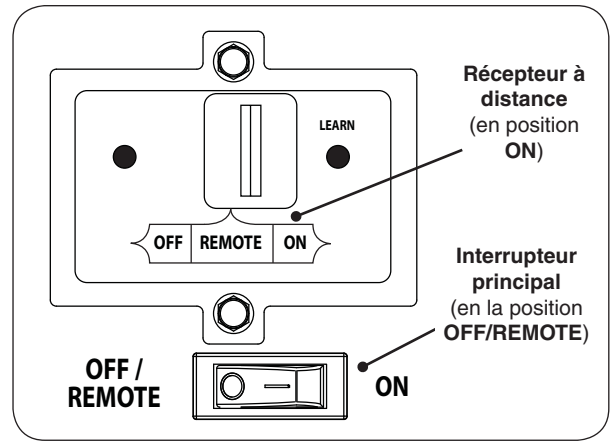

Fig. 30-1 Contrôle détail du panneau
1. Vérifiez que l'interrupteur principal est en position **OFF/REMOTE** (éteindre/éloigné) (voir Fig. 30-1).
3. Repérez l'interrupteur à 3 positions sur le récepteur de télécommande (voir Fig. 30-1), Et faites glisser le commutateur en position **ON** (sur).
L'interrupteur principal doit rester dans la position **OFF/REMOTE** (éteindre/éloigné) pour permettre le fonctionnement du système à distance (voir Fig. 30-1).